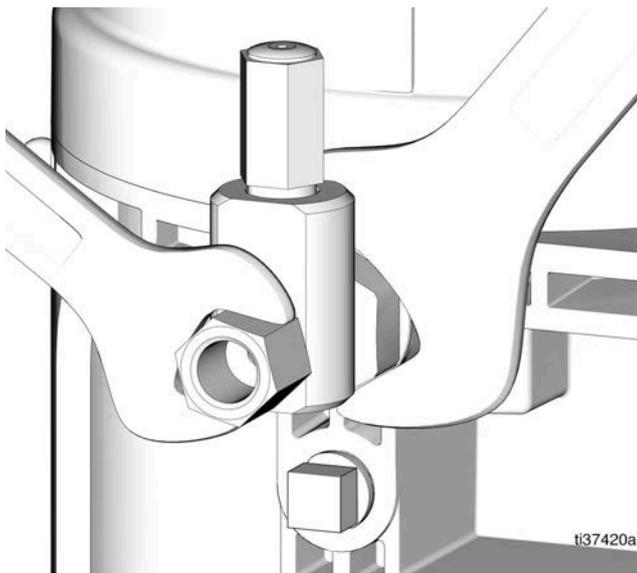

FIG. 20
1. Afloje el accesorio de conexión del elemento de la bomba (FIG. 20).